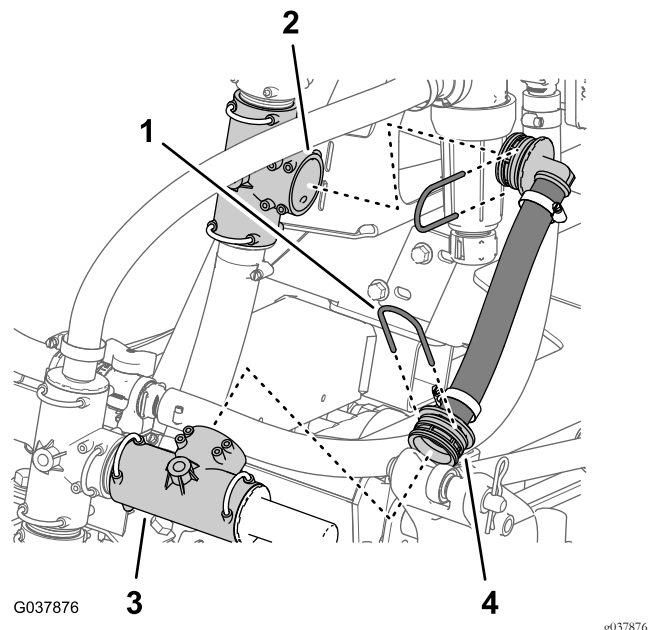

Figura 65
- Retire o retentor que fixa o tubo de descarga de pressão à união em T na válvula de descarga de pressão (Figura 65).
- Retire o retentor que fixa o tubo de descarga de pressão à união em T inferior e remova o tubo de descarga de pressão da máquina (Figura 65).